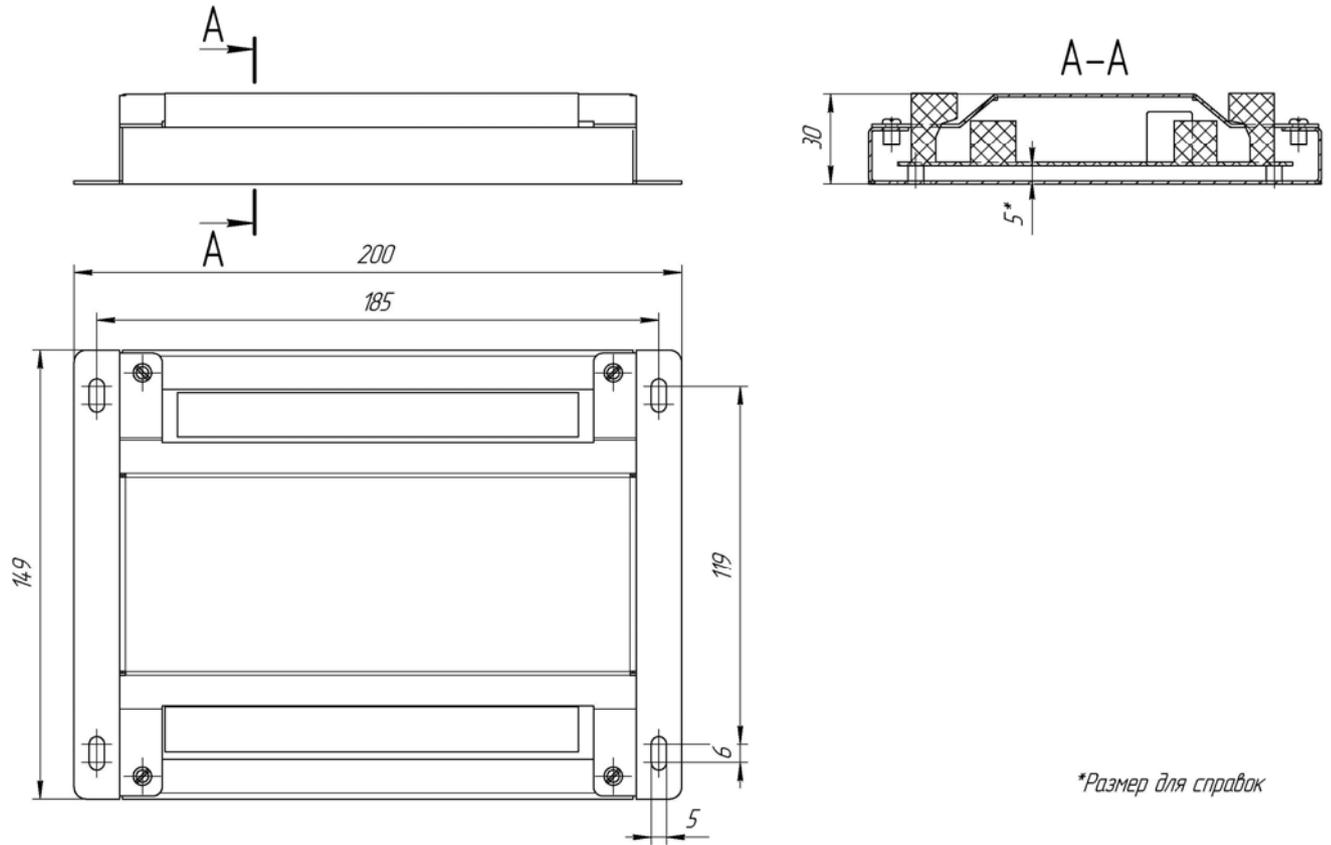

Рисунок 4. Габаритные и установочные размеры релейного блока.
- Выберите место для установки устройства (на вертикальной переборке или монтажной панели) и подготовьте крепежные отверстия согласно габаритному чертежу (смотрите Рисунок 4).